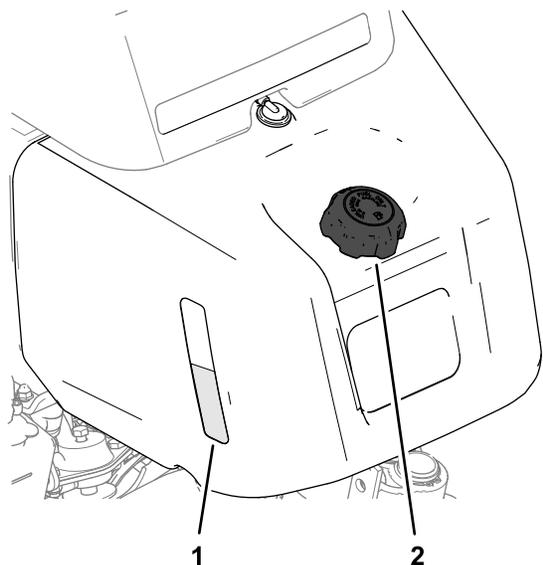
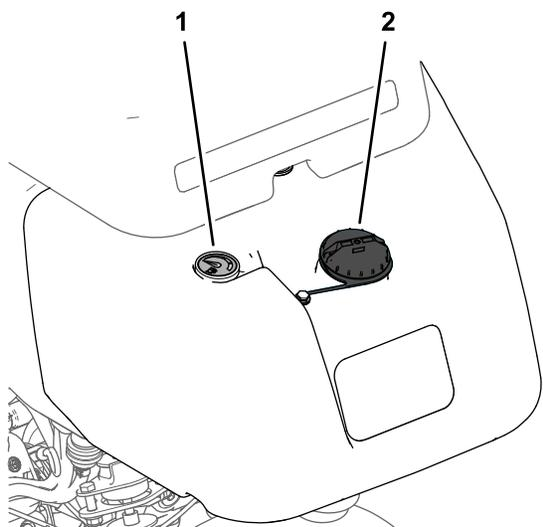

Рисунок 22
Рисунок 23
1. Очистите область вокруг крышки топливного бака и снимите крышку (Рисунок 22 или Рисунок 23).